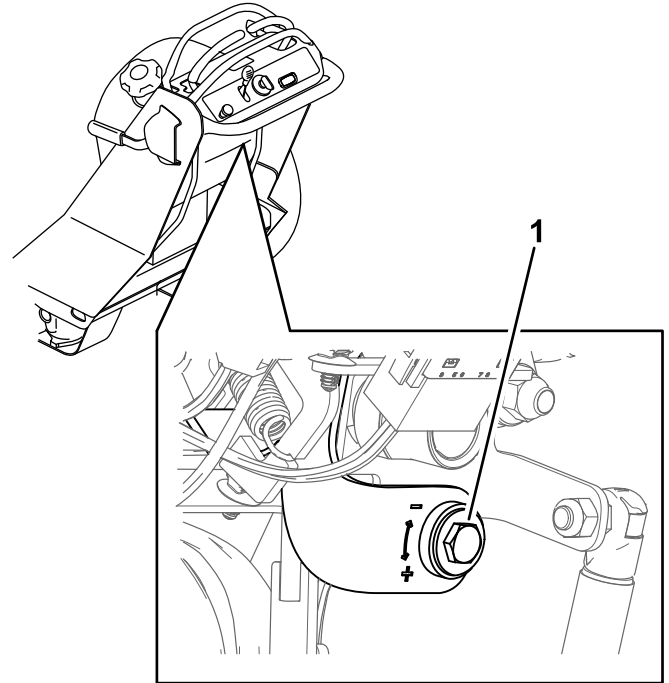

Figura 46
3. Ruotare la vite di regolazione mostrata nella Figura 46 per aumentare o diminuire la velocità di quella leva.